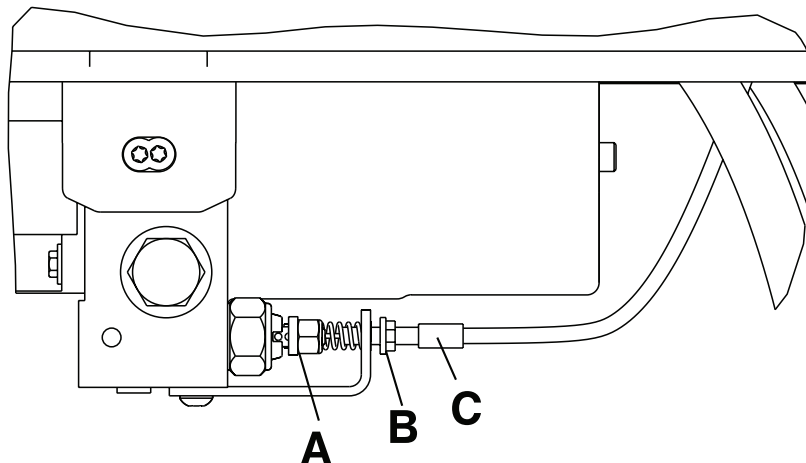

Figure 4 – Câble de déblocage manuel
2. S'assurer que le câble de déblocage manuel est intact (A) (Figure 4).
3. À l'aide d'une clé mixte de 10 mm, desserrer l'écrou de blocage du câble (B) (Figure 4).
4. À l'aide d'une clé mixte de 8 mm, ajuster la tension sur le câble de déblocage manuel de sorte qu'il commence juste à toucher la double attache de déblocage manuel (C) (Figure 4).